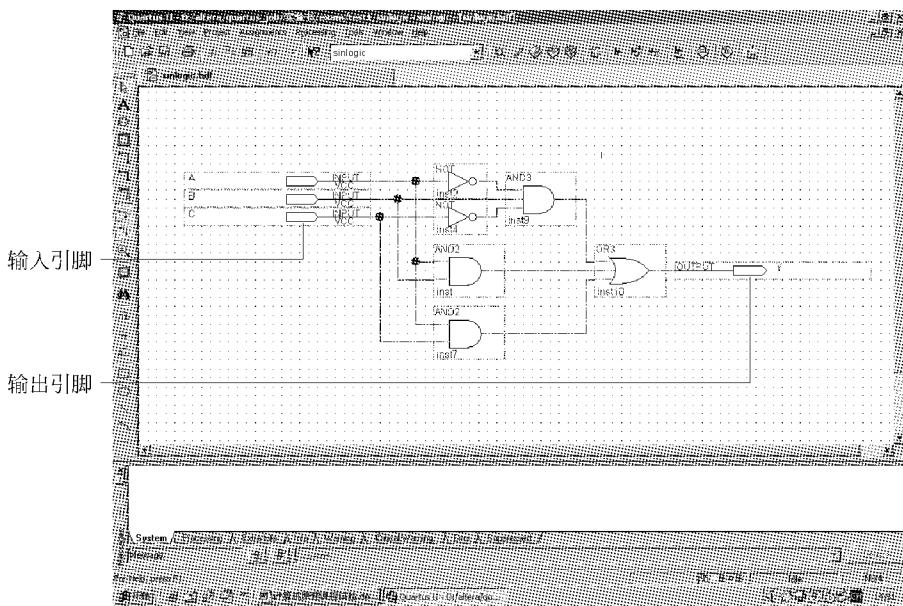

图 3-11 完成的逻辑电路图
(4) 单击 OK 按钮后系统会返回工作区, 这时鼠标会带着与门图形移动, 在工作区适当位置单击左键即可绘制出一个与门, 再将鼠标移到别处单击, 还可以得到相同的图形, 选择工具栏中的  图标, 可以去掉单击鼠标绘制图形的功能。
(5) 照此方法在 logic 目录中找到非门 not、有三个输入端的或门 or3 和有三个输入端的与门 and3, 分别放到如图 3-11 所示的工作区中的适当位置。
(6) 在工具栏中图标  和  都凹陷时, 按住鼠标拖动, 可以直接在元件间连线。
为了便于观察,一般情况下输入引脚要放在电路图的最左侧,输出引脚放在电路图的右侧。用鼠标双击放好的引脚,就可对其重新命名。将三个输入引脚分别命名为 A、B、C,输出引脚命名为 Y。完成后的电路如图 3-11 所示。